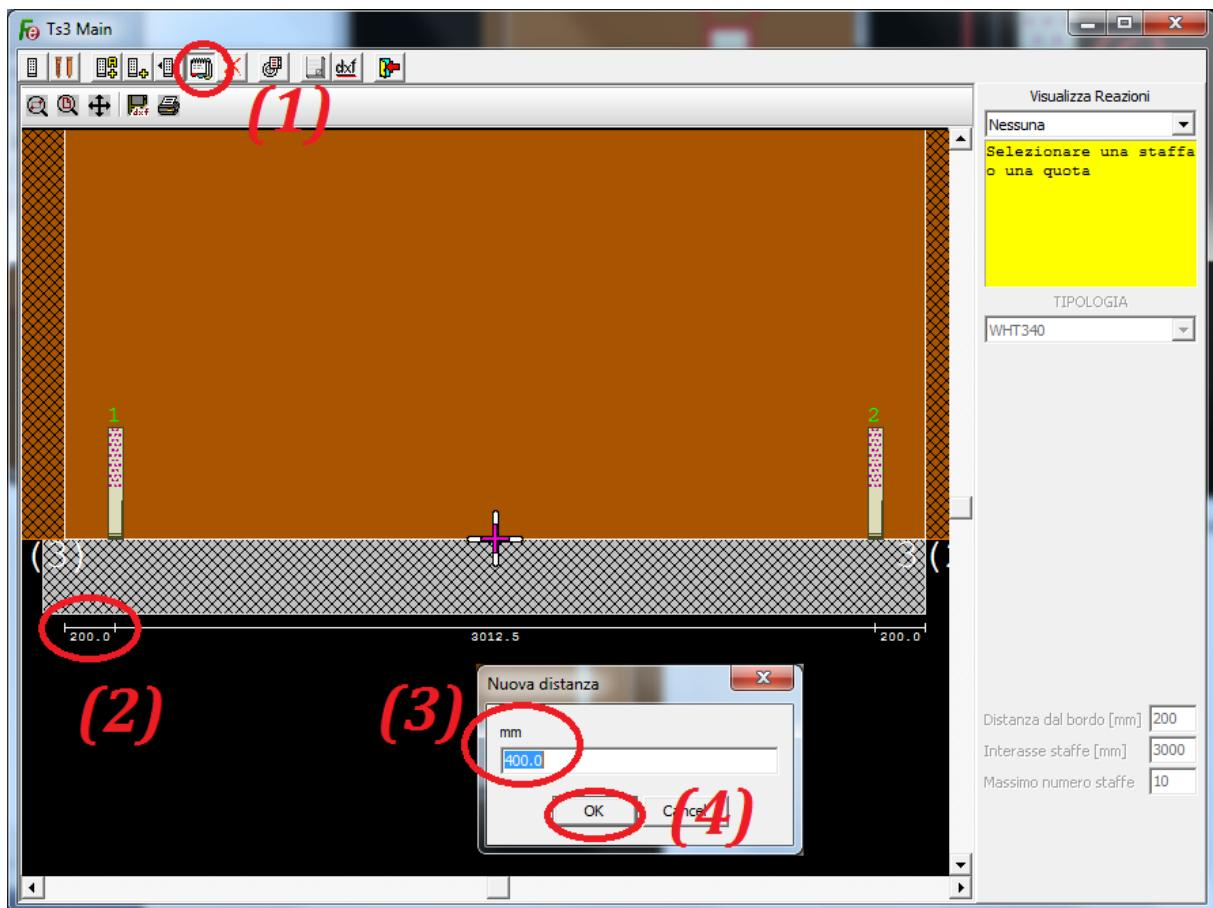

Figura 73
Dalla figura 73 si evince come il posizionamento automatico abbia provveduto a disporre due dispositivi del tipo WHT440 ad una distanza reciproca di 3012.5 mm e a 200 mm dal bordo verticale del pannello.
Per variare tale posizionamento, sempre con riferimento alla figura 73, è necessario cliccare sul pulsante “*Modifica le proprietà e la posizione della staffa*” (1), portare il cursore in corrispondenza della quota lineare da modificare e cliccarvi con il tasto sinistro del mouse (ad esempio si faccia click sulla prima quota lineare di destra (4) indicante la distanza tra il bordo verticale del pannello e il primo dispositivo).